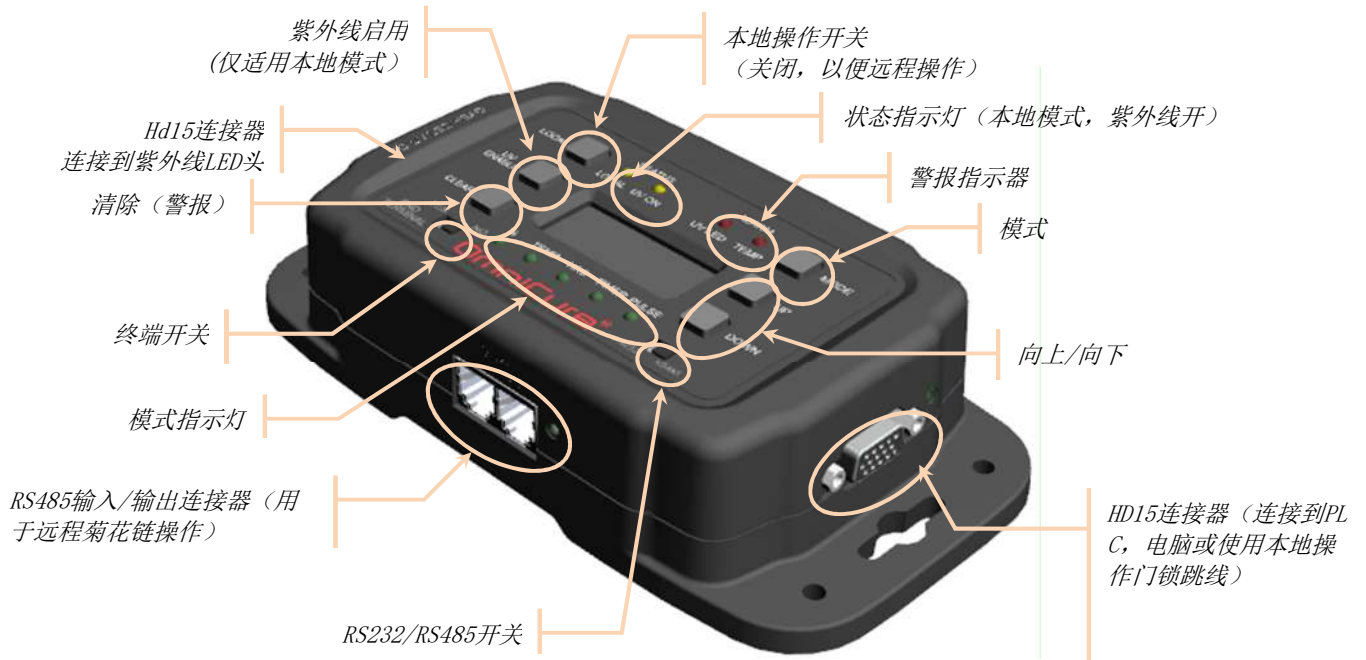

图 2 PLC 控制盒 (显示的为 PLC2000 远程控制盒)
2. 4. 确保PLC控制器上的LED启用开关处于关闭位置（见图2）。
3. 5. 将PLC电线母端连接到控制台上的PLC I/O连接器（见图2）。
5. 7. 将PLC回路连接器连接到PLC直通端口。参见图2。
7. 9. 使用显示屏右侧的向上或向下按钮调节强度（见图2），顺时针旋转和逆时针旋转，以提高和降低强度。参阅第6节“使用LED头”。
8. 10. 紫外线LED和温度故障将通过控制台上亮起的LED来显示。要清除，请按清除故障按钮（见图2）。
紫外线 LED 照射头包含带螺纹的安装孔（前面、后面，以及两侧面板），规格为 M4 X 6mm 深。所有 AC8 型号侧面板上的安装孔位置都是相同的。然而，具体型号前面和后面的安装孔位置不同。请参见上面的图2和机械图纸，了解更多信息 (www.excelitas.com/omniure)。